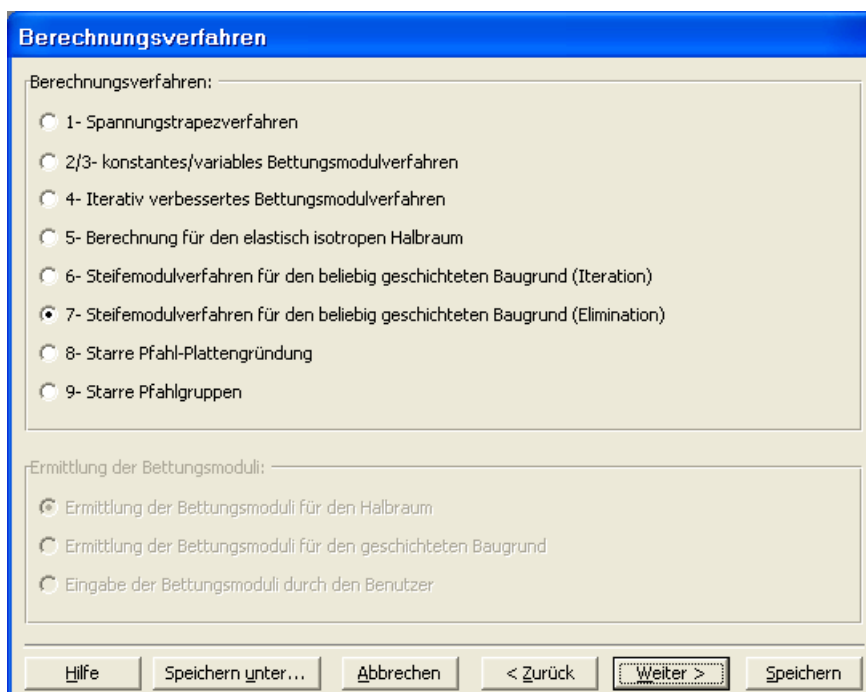

Bild 12-3 Menü "Berechnungsverfahren"
Nach Klicken von "Weiter" erscheint das Menü "Berechnungsverfahren" (Bild 12-3). Um die Berechnungsverfahren zu definieren
- Wählen Sie das Berechnungsverfahren "7-Steifemodulverfahren für den beliebig geschichteten Baugrund (Elimination)", wie in Bild 12-3 gezeigt